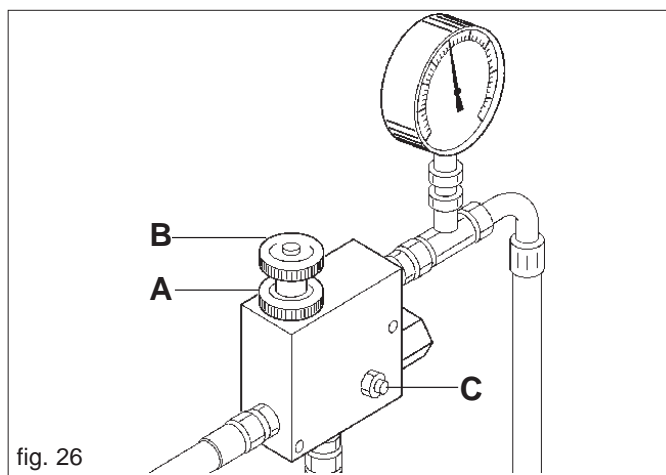

fig. 26
Si vous voulez augmenter la vitesse de rotation de la turbine pour le semis de semences plus lourdes agir avec grande prudence en opérant comme suit (Fig. 26):
- a) desserrer le collier de serrage (A Fig. 26);
- b) tourner en sens horaire ou contraire le volant (B) pour diminuer ou augmenter la pression et par conséquent le nombre de tours de la turbine.
Il est interdit pour quelque motif que ce soit de toucher à la vis (C Fig. 26) car cela pourrait provoquer la rupture du moteur ou de la pompe.